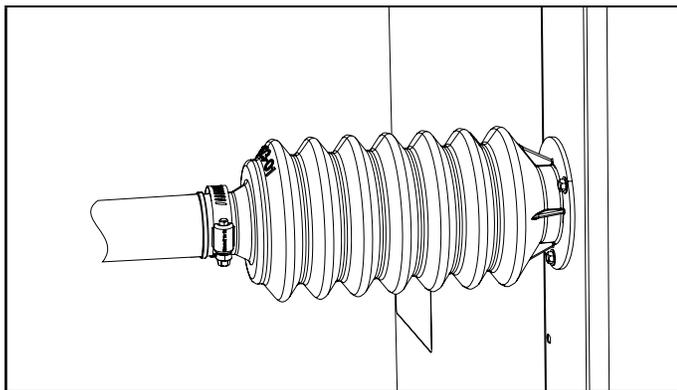

FIGURA 5. Colocación de la abrazadera de banda sobre el manguito
Conecte la línea de líquido adquirida en el sitio del tamaño adecuado al extremo como se muestra en la figura 5 usando uno de los siguientes procedimientos:
- 3 - Coloque la abrazadera de banda como se muestra en la figura 5 y apriete a 35 pulg.-libras para sellar el manguito a la línea.